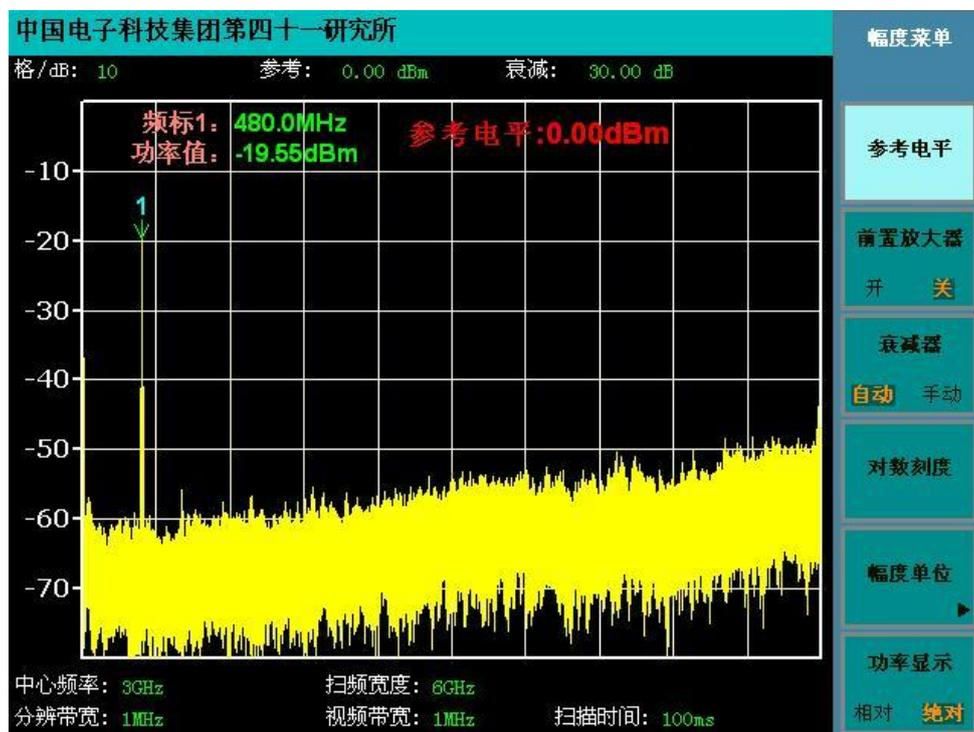

图 2-3 未知频率射频信号的测量结果
- 按[峰值]键，频标自动搜索到屏幕中的峰值信号，如图 2-3 所示；